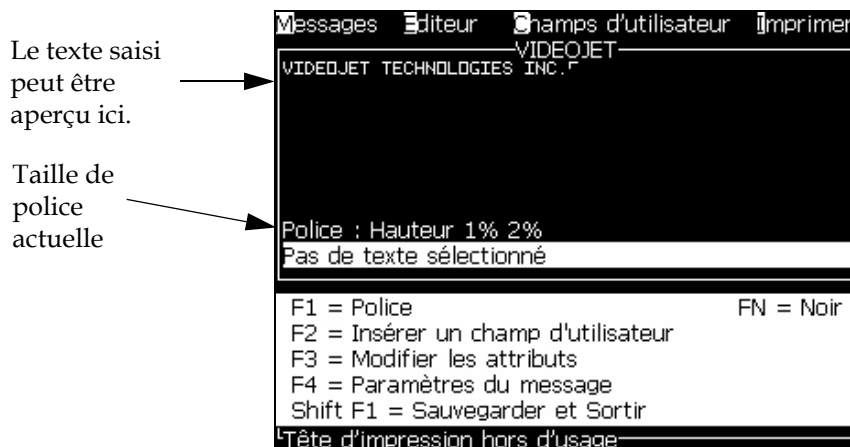

Figure 5-5: Créer Nouveau message
- 4 Appuyez sur la touche *Entrée*. L'écran *Editeur de message* apparaît (voir la section Figure 5-5).